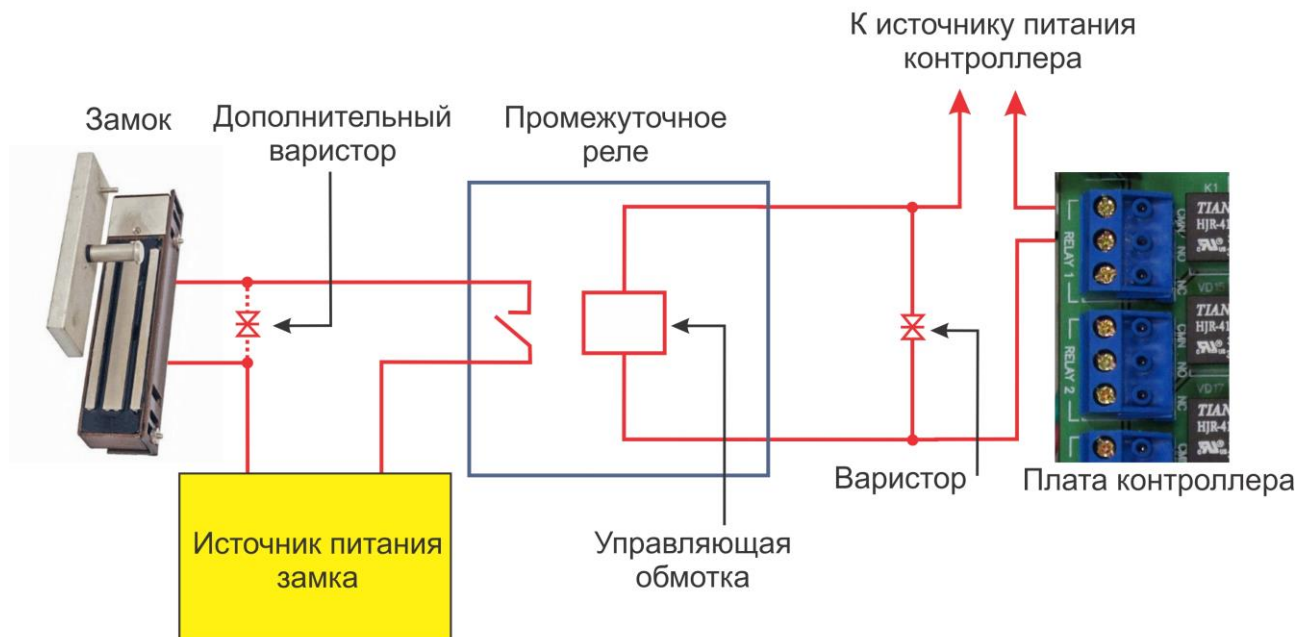

Рисунок 12. Схема подключения замка с большим током потребления
- Установите дополнительное промежуточное реле (см. рис. 12).
Реле должно срабатывать от напряжения 12 В, подаваемого от контроллера, а исполнительные контакты – обеспечивать длительную многократную коммутацию силовой цепи замка. Настоятельно рекомендуется установить дополнительный варистор на стороне замка (рис. 12). Обратите внимание, второй варистор в комплект поставки не входит.